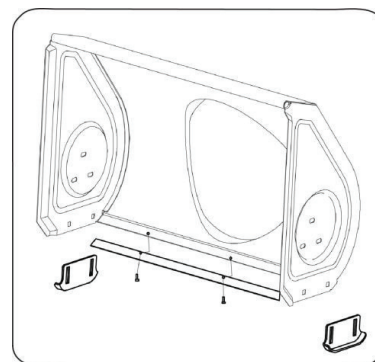

Figure 20
2. Соберите новые детали с 4 болтами экипажа (2 на каждой стороне) и гайками фланца наговора. Figure 20.
2. Соберите новую пластину, убедившись, что головки болтов каретки находятся внутри корпуса. Надежно затяните. Figure 20.